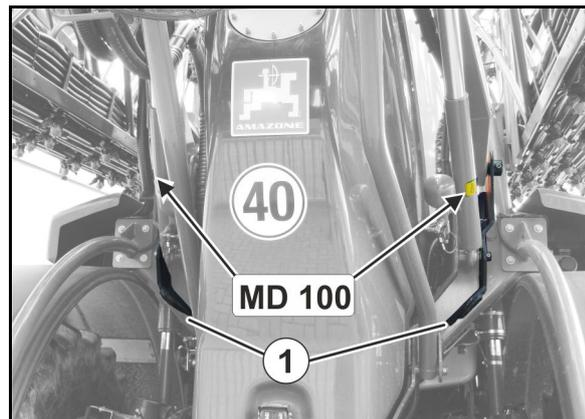

Fig. 5
- Zwei Zurrpunkte hinten (Fig. 5/1)